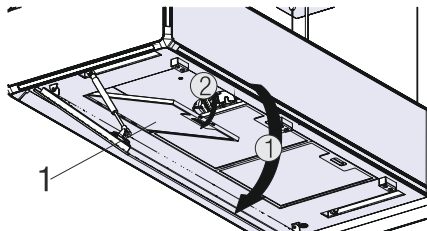

Abb. 33: Entfernen des Edelstahl-Metallfettfilters
1. ➤ Öffnen Sie die Randabsaugungsplatte (Abb. 33/1).
3. ➤ Entnehmen Sie die Edelstahl-Metallfettfilter aus dem Gerät (Abb. 33/ 2).